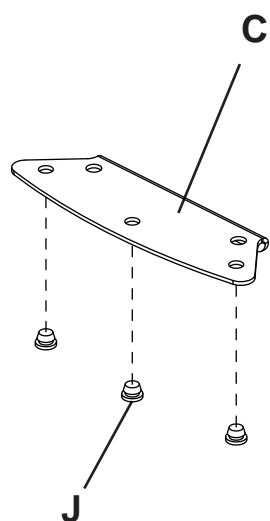

Figure 2.1
- 1** Fixez le tube vertical (B) à la base de support (H) à l'aide d'une bague en plastique (AA), d'une vis à tête creuse M5 x 55 mm (R) et d'un écrou M5 (S) comme illustré dans le dessin de détail 1.
- 2** Enfoncez trois embouts de protection (J) dans la pince de fixation pour étagère (C) comme illustré à la figure 2.1